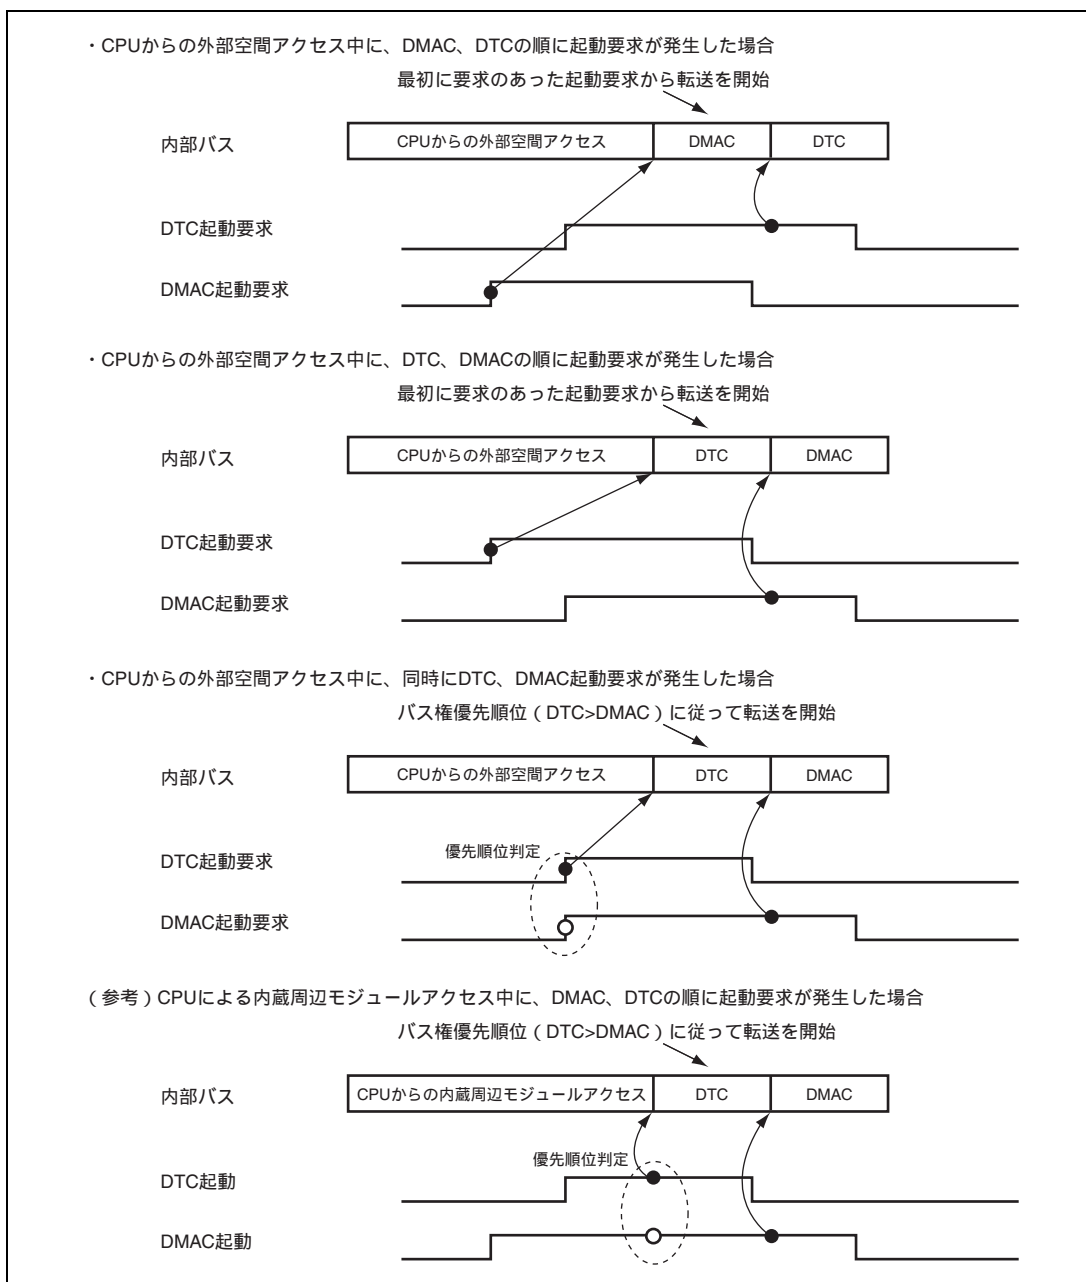

図 9.50 CPU からの外部空間アクセス中に DTC/DMAC が競合した場合のバスアービトレーション
2. CPU からの外部空間アクセス中に、DMAC、DTC の順に起動要求が発生した場合は、DMAC 転送を先に実行します。図 9.50 に、CPU からの外部空間アクセス中に DTC/DMAC が競合した場合のバスアービトレーションを示します。